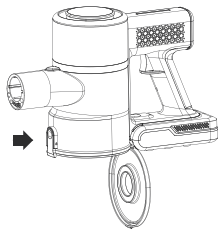

Fig 1.
2. Pressione o botão de liberação, a parte inferior tardia cairá automaticamente, Fig. 1.